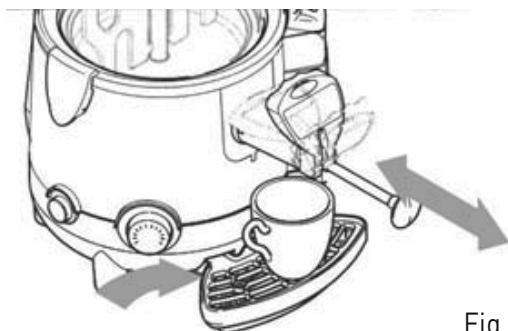

Fig. 12
**Si le chocolat est particulièrement dense, il est recommandé d'extraire la tige au maximum; si l'orifice de distribution se bouche, débouchez-le en déplaçant la tige en avant et en arrière tout en tenant bien en place la machine, comme indiqué en figure 12.**